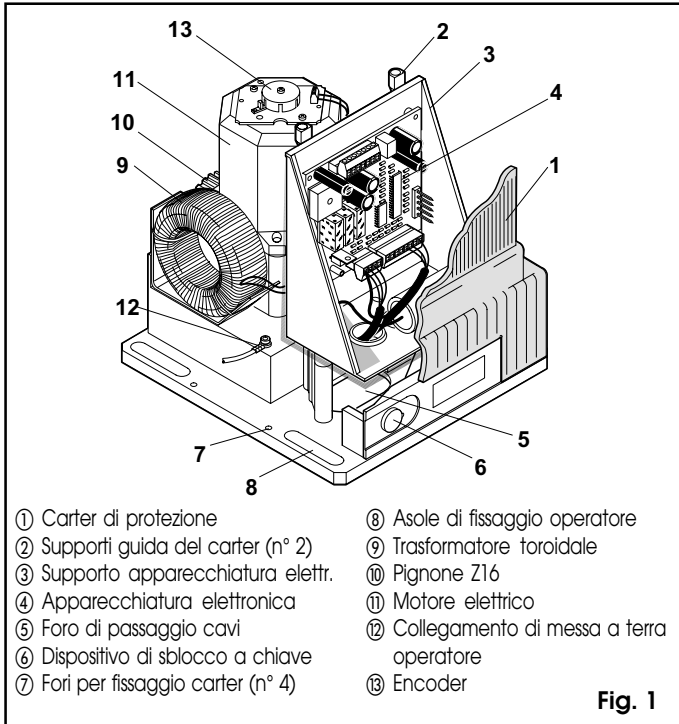

Fig. 1
Durante tale operazione fare passare i cavi elettrici attraverso l'apposito foro (fig. 1-rif.5) presente sulla base del corpo del motoriduttore.
7) Fare passare i cavi elettrici di collegamento attraverso l'apposito foro presente sulla base del supporto dell'apparecchiatura (fig. 1-rif.3) utilizzando il pressacavo in dotazione.
*Importante:* collegare il cavo di terra dell'impianto sulla posizione di fig. 1-rif.12.